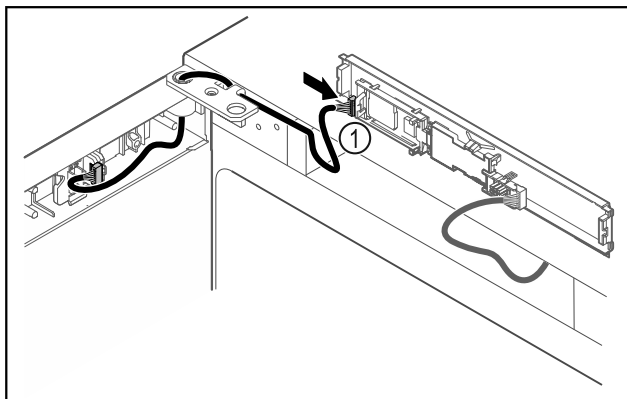

Fig. 44
- ▶ Vtič Fig. 44 (1) priključite na tiskano vezje.